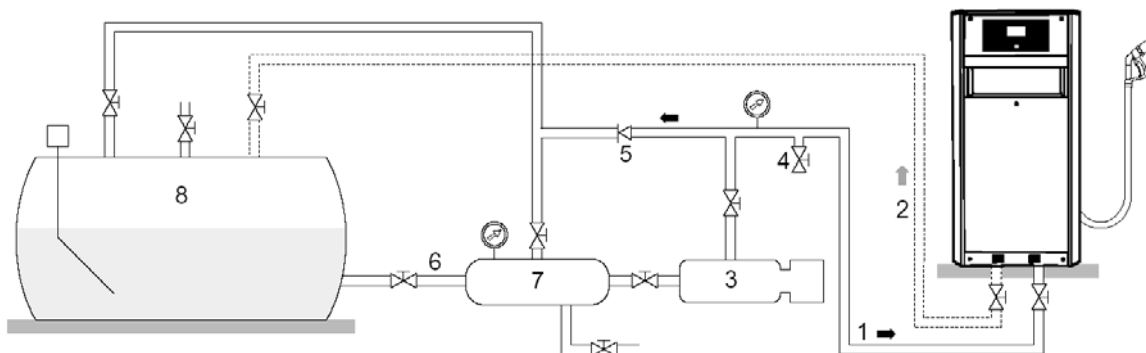

Figura 4 Distributore di GPL: schema indicativo
È necessario installare un'apposito tubo di collegamento (2) (vedi Figura 4) per la connessione della valvola limitatrice di pressione, della valvola differenziale e del degasatore (vedi pagina 12) al cielo della cisterna di stoccaggio.